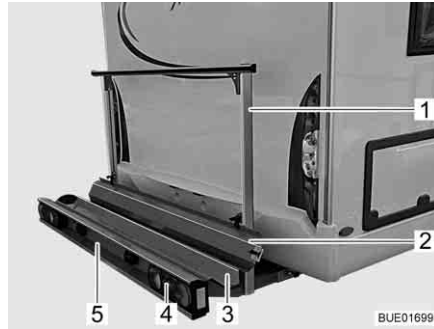
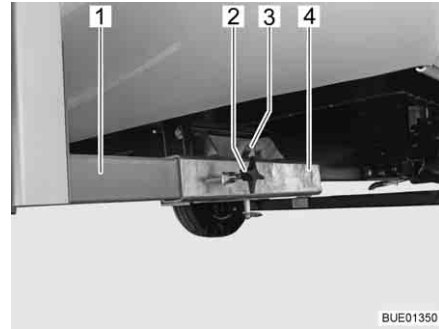

Fig. 6 Portapacchi
Fig. 7 Fissaggio al veicolo
Il portapacchi (Fig. 6) consente il trasporto di una motocicletta o di un motorino con un peso fino a 130 kg.
- Vasca di trasporto (Fig. 6,3) e staffa di supporto (Fig. 6,1) con fissaggio al veicolo (Fig. 7)
- Luci posteriori (Fig. 6,4)
- Luce targa del veicolo (Fig. 6,5)
- Guida di transito (Fig. 6,2)
I due longheroni (Fig. 7,1) del portapacchi sono fissati mediante viti ad alette (Fig. 7,2) ai supporti del perno quadro (Fig. 7,4) sul pavimento del veicolo. Il portapacchi è fissato tramite un bullone (Fig. 7,3) con anello di arresto.